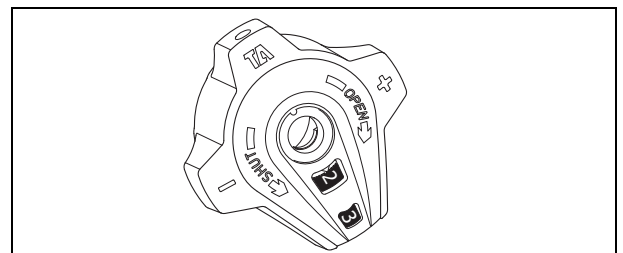

Abb. 11-13 : Ventil auf der Einstellposition 2,3.
- B. Ventil zur gewünschten Einstellung 2,3 öffnen. ("Abb. 11-13 :").
- C. Mit dem Innensechskantschlüssel (3 mm) die Innenspindel (3) im Uhrzeigersinn bis zum Anschlag drehen.
Zur Überprüfung der Voreinstellposition eines Ventils ist zuerst das Ventil zu schließen (Position 0,0). Danach wird das Ventil bis zum Anschlag geöffnet (Position 2,3 gemäß "Abb. 11-13 :").